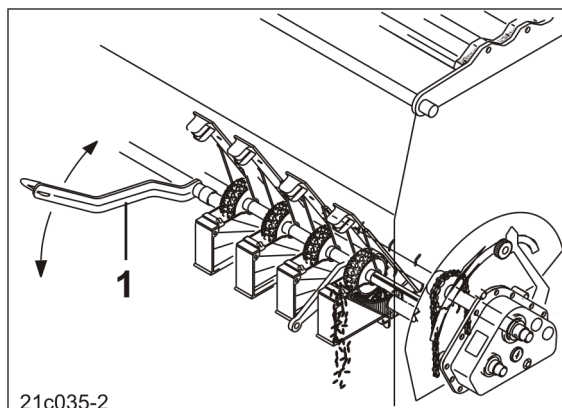

Fig. 150
4. Den Bodenklappenhebel (Fig. 150/1) wahlweise einstellen auf eine Position zwischen 1 und 4.